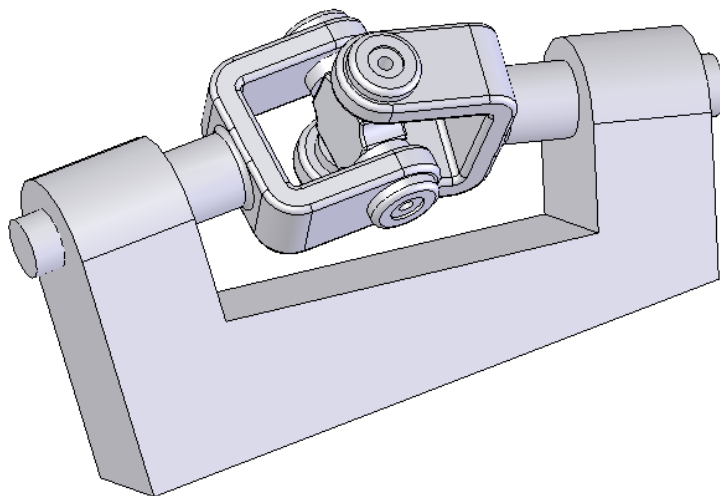

Рис. 7. Вид 3D модели сборки механизма «Карданная передача»
1. Построить 3D модель сборки механизма «Карданная передача», сохранить папке «Итоговое занятие». Вид сборки показан на рис.7.